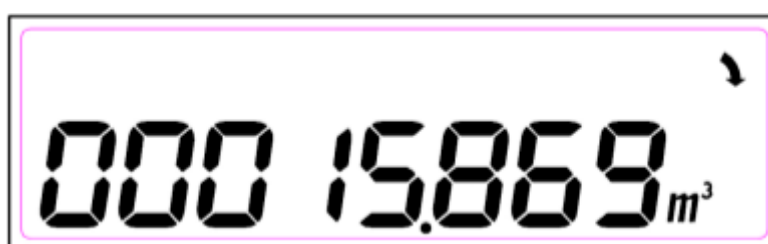

Рисунок 5 – Отображение объёма израсходованной воды
**2.3.3** В основном режиме работы, счетчик индицирует объем израсходованной воды с нарастающим итогом в кубометрах. Соответствующее значение с точностью в три знака после запятой индицируется в основном цифровом поле. В правом верхнем углу дополнительно отображается стрелочный циркулятор, изменение положения, стрелок которого отражает прохождение потока воды через счетчик (рисунок 5).